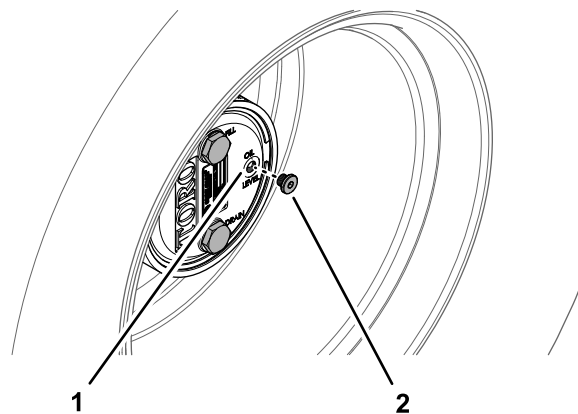

**Рисунок 98**
заливного отверстия находилась в положении «12 часов», пробка контрольного отверстия – в положении «3 часа», а пробка сливного отверстия – в положении «6 часов» (Рисунок 98).
2. Снимите пробку контрольного отверстия, расположенную в положении «3 часа» (Рисунок 98).
1. Припаркуйте машину на ровной поверхности, расположите колесо так, чтобы пробка заливного отверстия находилась в положении «12 часов», пробка контрольного отверстия – в положении «3 часа», а пробка сливного отверстия – в положении «6 часов»; см. Рисунок 98 в разделе Проверка масла в планетарном редукторе (страница 78).